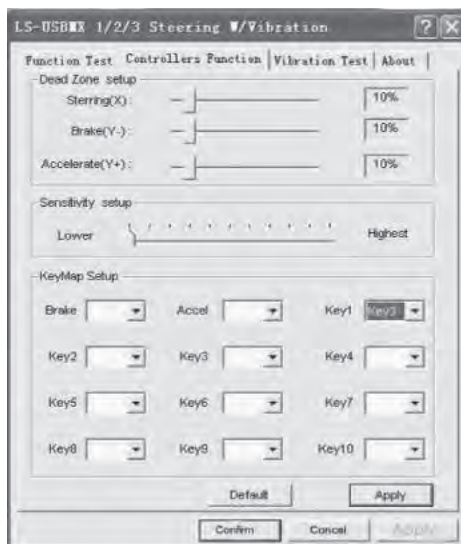

Рис. 8
- Выберите закладку «Controlllers Function» для настройки осей и клавиш (рис. 8).
a) настройка Dead Zone setup («мертвой зоны»): манипулятор не будет реагировать на незначительное нажатие на педали газа (Accelerate Y+) и торможения (Brake Y-) и повороты руля (Steering X), поэтому нужно установить необходимые поправки (рис. 8);
- настройка Sensitivity setup (чувствительности): чем выше установлена чувствительность, тем быстрее и оперативнее будет реакция манипулятора на нажатие педалей и повороты руля, поэтому нужно установить необходимые установки – в пределах от Lower (низкого) до Highest (см. рис. 8);
- в разделе KeyMap Setup можно перепрограммировать значение клавиш: для этого напротив обозначения клавиши необходимо выбрать нужное значение (см. рис. 8);